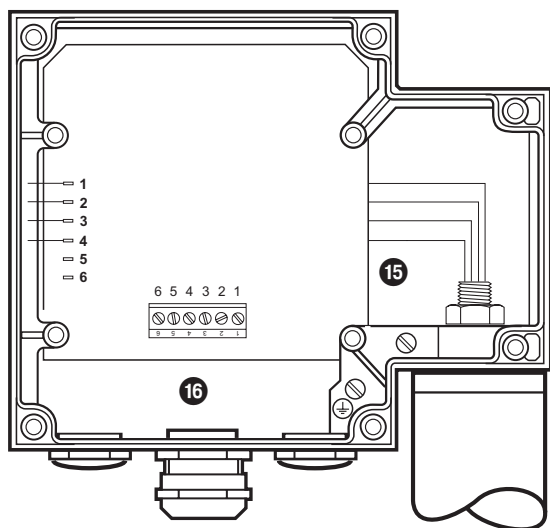

Рис. 14
2. Снять кабельный наконечник с ушек штекера. **Рис. 14**
3. Ослабить гайку **15** гаечным ключом, размер 19. Не отвинчивать! **Рис. 14**